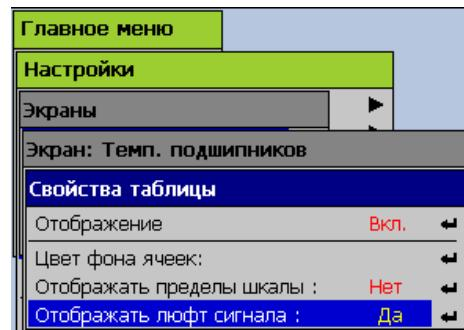

Рисунок 2.44
Неподвижные фоновые элементы мнемосхемы создаются на ПК с помощью любой программы редактирования растровых изображений и сохраняются в графический файл. В качестве изображения также может использоваться непосредственно фотография, контролируемого объекта или узла. Рекомендуемый размер файла изображения не должен превышать 1280x1024 точек. Допустимые расширения файлов изображений: \*.bmp, \*.jpg, \*.gif, \*.png. Все изображения, предназначенные для использования в мнемосхемах регистратора, загружаются на USB-flash накопитель в директорию **PMT\_IMG** (все символы латинского алфавита!). Для добавления/изменения фонового изображения мнемосхемы используется первый слева элемент (1) на панели инструментов (см. рисунок 2.44а), после нажатия Enter на котором произойдет считывание с вставленного заранее съемного USB-flash накопителя файлов изображений и отображение их в списке (6) для выбора.
Рисунок 2.44а
**Рисунок 2.44в**